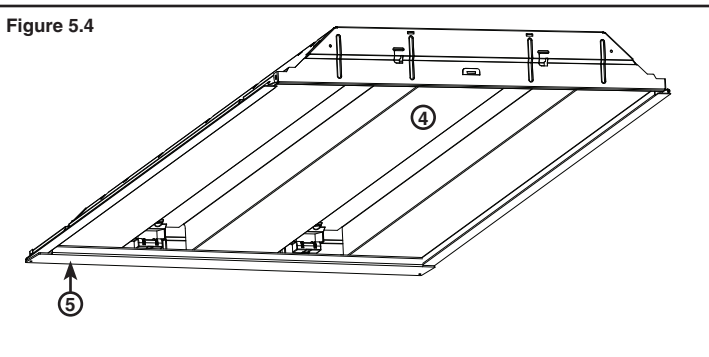

Figure 5.5
10. Installer les deux lampes à DEL sur le porte-lampe. Important: Installer the lampes avec les contacts à lame au porte-lampe à DEL en premier et pousser ensuite la lampe dans le côté de la bride de ressort pour la sécuriser en place (**figure 5.5**).